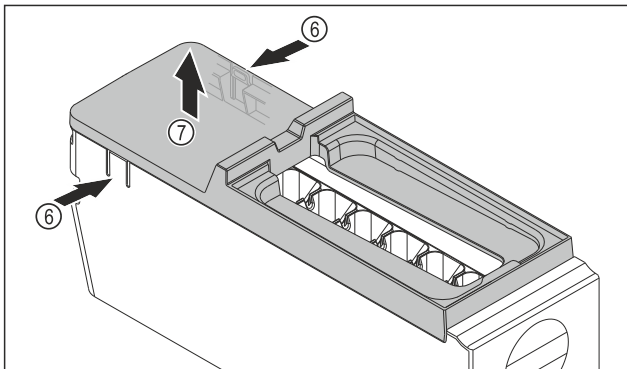

Fig. 122
- ▶ Abdeckung des EasyTwist-Ice-Korpus entnehmen: Laschen Fig. 122 (6) an den beiden Seiten des EasyTwist-Ice-Korpus mit einer Hand drücken.
- ▶ Abdeckung Fig. 122 (7) mit der anderen Hand nach oben entnehmen.